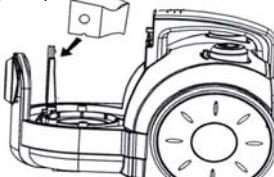

Fig. 15
- Quite la bolsa HEPA de su soporte. (Fig. 15)